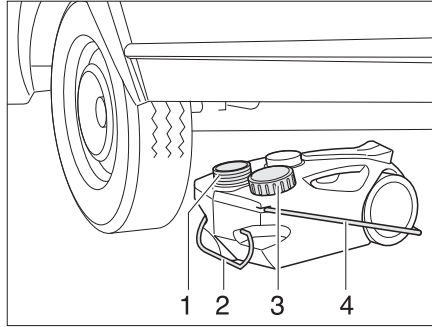

Fig. 139 Serbatoio delle acque grigie, mobile
- Chiudere l'apertura del serbatoio delle acque grigie (Fig. 139,1) con il coperchio (Fig. 139,3).
- Estrarre il serbatoio delle acque grigie tramite la maniglia (Fig. 139,2).
- Sollevare verso l'alto la maniglia da asporto (Fig. 139,4) e posizionare verticalmente il serbatoio delle acque grigie.